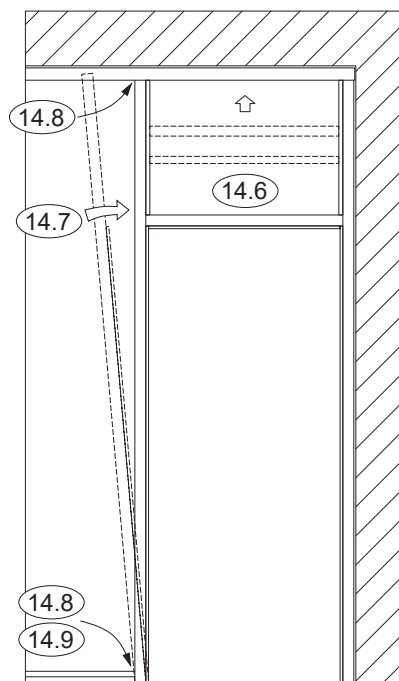

Figura 14.6
14.6. Instale el relleno para cabecera de travesaño y el tope de vidrio acristalado interior de la cabecera del espejo de travesaño, consulte la **Figura 14.6**.